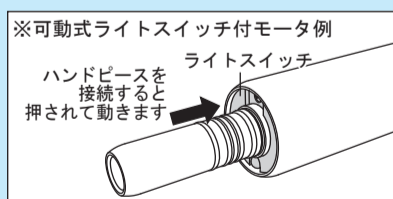
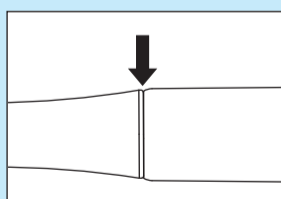

図 2
図 3
- ・本製品を可動式ライトスイッチ付モータ（図2参照）に接続すると、ごくまれに本製品がライトスイッチ部にかじり付き取り外せなくなる場合があります。このようなモータに接続する際は、本製品の端面とモータの端面が合わさるところ（図3矢印）から必要以上に押し込まないでください。もし取り外せなくなった場合は販売店まで連絡してください。なお、このような症状は弊社の保証の対象外となりますので注意してください。